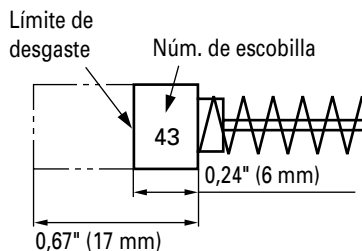

Fig. 28
4. Inspeccionar los escobillas de carbón (Fig. 28)
**NOTA:** Utilice las escobillas HITACHI Núm. 43 indicadas en la Fig. 28.